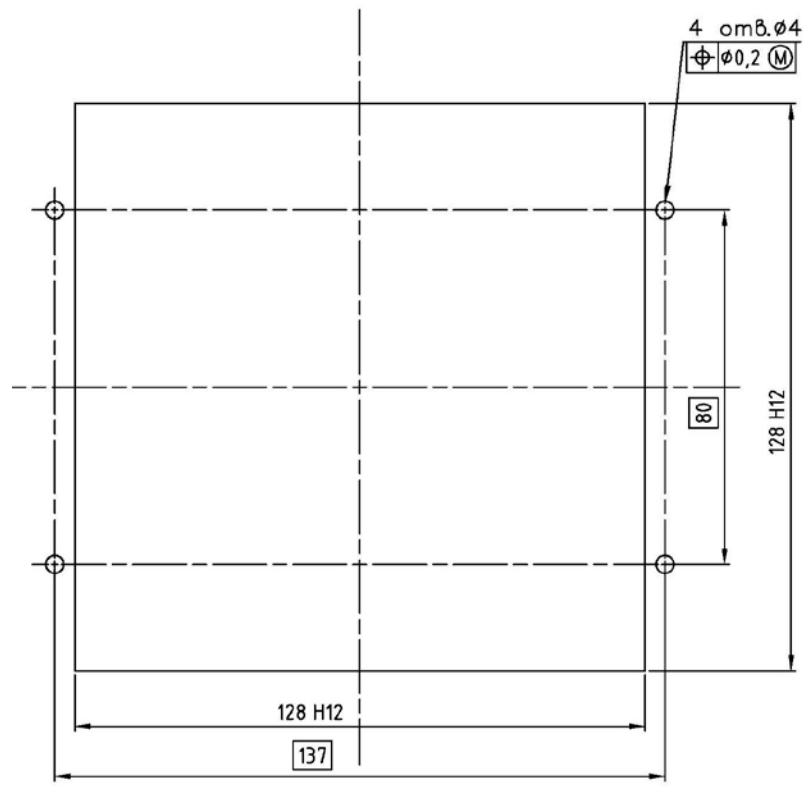

Рис. 7. Размеры окна для монтажа БОИ в приборном щите
2.2.7.3 Для установки БОИ в приборный щит необходимо сделать в щите окно и четыре отверстия по размерам, показанным на рис. 7.